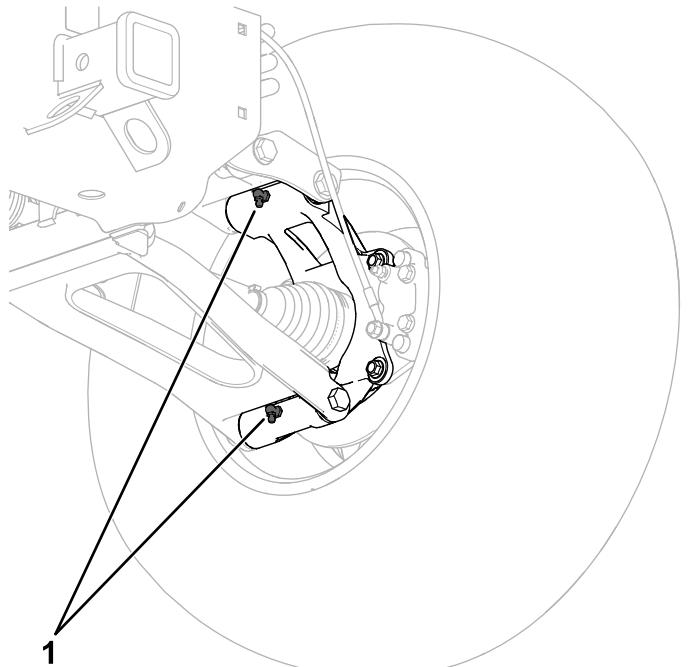

Figure 95
- **Pivots de fusée arrière (4); voir Figure 95**